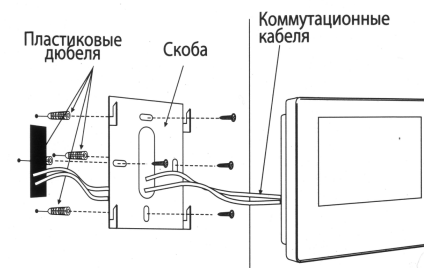

Рис. 2. Схема монтажа видеомонитора МЕТАКОМ МКV-VM10.
- е) Закрепите видеомонитор на заранее подготовленном месте с помощью прилагаемого комплекта крепежа (рис. 2).